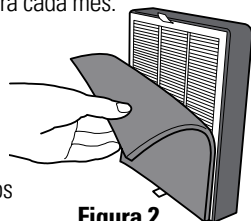

Figura 2
- b. Retire el prefiltro/filtro de carbón de las cintas Velcro del filtro HEPA (Figura 2).